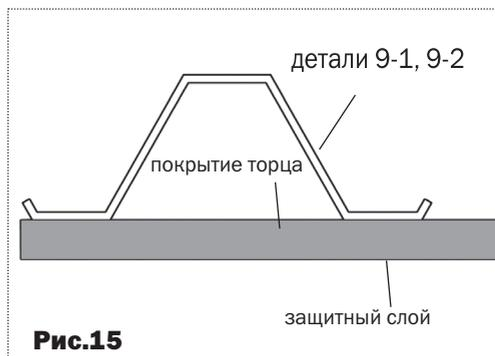
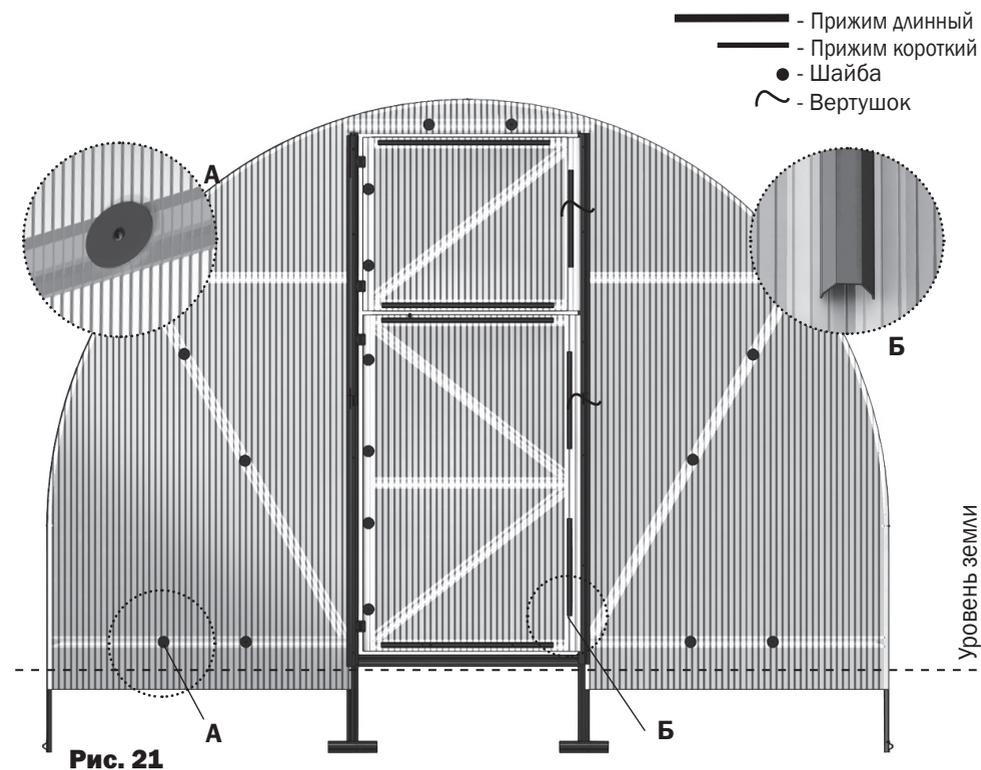

Рис.15
Рис.21
2. Установите боковые куски покрытия торца в соответствии с **рис.15**. Придерживая кусок покрытия, закрепите его винтами с шайбами по деталям **11** и **8** (**рис.21**). Отверстия для винтов выполняются сверлом диаметром 4 мм изнутри теплицы через готовые отверстия в деталях каркаса.
3. Состыкуйте детали **9-3** и **9-4** (**рис.16**) и установите их в соответствии с **рис.17** и **рис.20**, оставляя отверстия под вертушки. Вырежьте куски покрытия для установки над дверными проемами и установите их, закрепив шайбами (**рис.21**)
5. Закрепите куски покрытия на форточках и двери по стороне навеса петлей шайбами, а про другим сторонам - прижимами (**рис.21**), предварительно закрыв соты (оклеив их скотчем). По сторонам, противоположным петлям покрытие должно выступать за каркас на 15 мм (**рис.20**)
7. Шайбы и прижимы на торце устанавливаются в соответствии с **рис.21**.